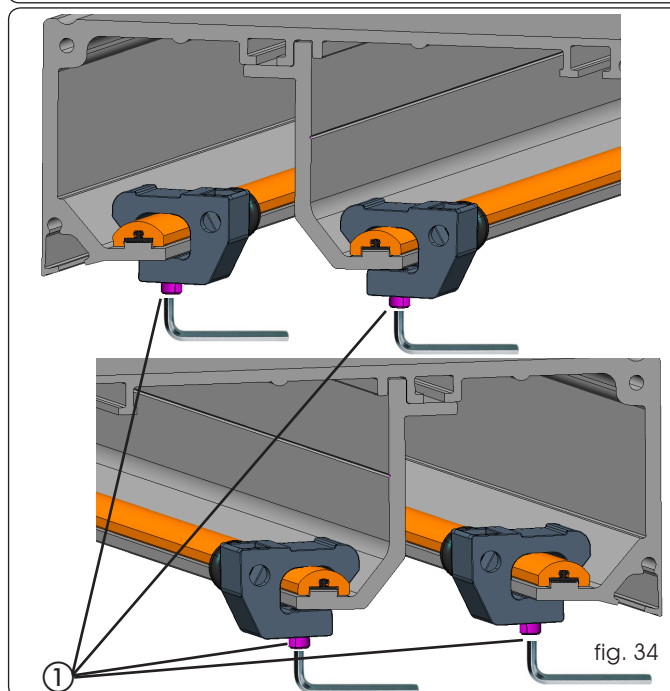

fig. 34
- Draai de inbusschroeven van de mechanische aanslagen (fig. 34 ref. ①) los en schuif ze naar het uiteinde van het steunprofiel.
- Zet de vleugel of vleugels in de open positie (fig. 35), schuif de mechanische aanslag naar de loopwagen tot hij er tegenaan komt, en zet de inbusschroeven weer vast (fig. 34 ref. ①).